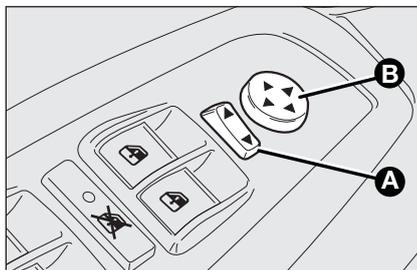

fig. 35
- mediante el selector **A-fig. 35** seleccione el espejo (izquierdo o derecho) que desea regular;